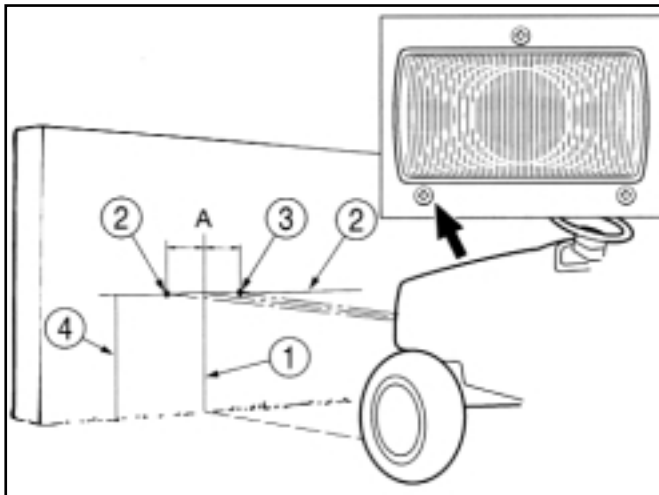

FIG. 134 / ABB. 134 / FIG. 134
Pour régler les feux de route vissez/dévissez les 3 vis (Fig. 134) en fonction du besoin; le faisceau de lumière sera déporté vers le haut, le bas ou le côté en conséquence.
1. Placez le tracteur à une distance de 2 mètres face à un mur ou une paroi (Fig. 134).
3. Dessinez une ligne verticale (1) à travers ce point.
4. Dessinez une ligne horizontale (2) à travers la ligne verticale (1) à la hauteur des phares (4).
5. Marquez deux points (3) sur la ligne horizontale représentant la distance entre les deux phares, à distance égale de la ligne verticale (1).
6. Réglez chaque phare individuellement en obscurcissant l'autre, de sorte que les points (3) marqués sur le mur ou la paroi se trouvent au centre du faisceau de lumière. Le centre du faisceau peut être trouvé en marquant les extrémités du faisceau tant verticalement qu'horizontalement et en divisant les valeurs mesurées par deux.
Zum Ausrichten der Scheinwerfer die drei Schrauben (Abb. 134) nach Bedarf hinein- oder herausdrehen, um die Leuchtweite einzustellen.
1. Den Traktor 2 m vor eine Wand oder Mauer stellen. (Abb. 134)
3. Eine senkrechte Linie (1) durch diesen Punkt ziehen.
4. In Scheinwerferhöhe (4) eine horizontale Linie (2) durch die Senkrechte ziehen.
5. Den Abstand der beiden Scheinwerfer (3) auf der horizontalen Linie anzeigen. Die beiden Punkte müssen jeweils gleich weit von der senkrechten Linie (1) entfernt sein.
6. Die Scheinwerfer einzeln einstellen. Dabei jeweils den anderen Scheinwerfer verdecken. So einstellen, daß die Punkte (3) an der Wand im Mittelpunkt des Strahls liegen. Die äußersten vertikalen und horizontalen Punkte des Strahls markieren und die Abstände halbieren, um die Mitte des Strahls ausfindig zu machen.
Om de koplampen af te stellen schroeft u de drie schroeven (Fig.134) los of vast naar behoefte. Zo kunt u de stralenbundel van de koplampen naar boven, naar beneden of zijdelings afstellen.